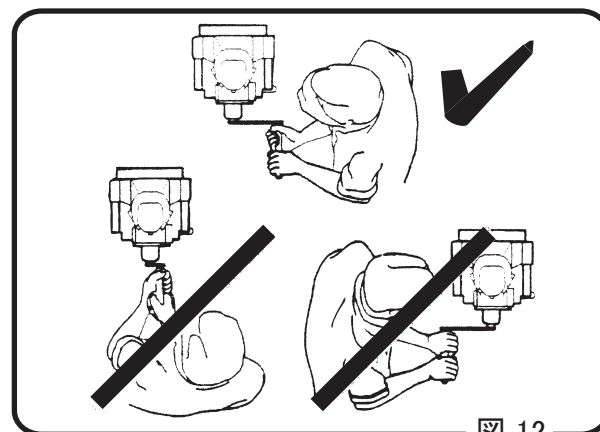

図 12
- 4 クランクハンドルを回す時の正しい位置を確認してください。(図12)